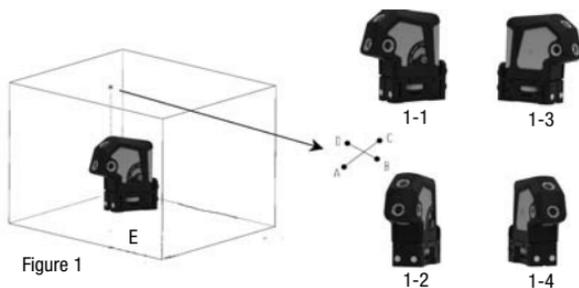

Figure 1
- Coloque el instrumento en una superficie nivelada, como un trípode de cabezal plano centrado entre dos paredes (marcadas como 1 y 2) con una separación de 25 pies aproximadamente. (Vea la fig. 1).